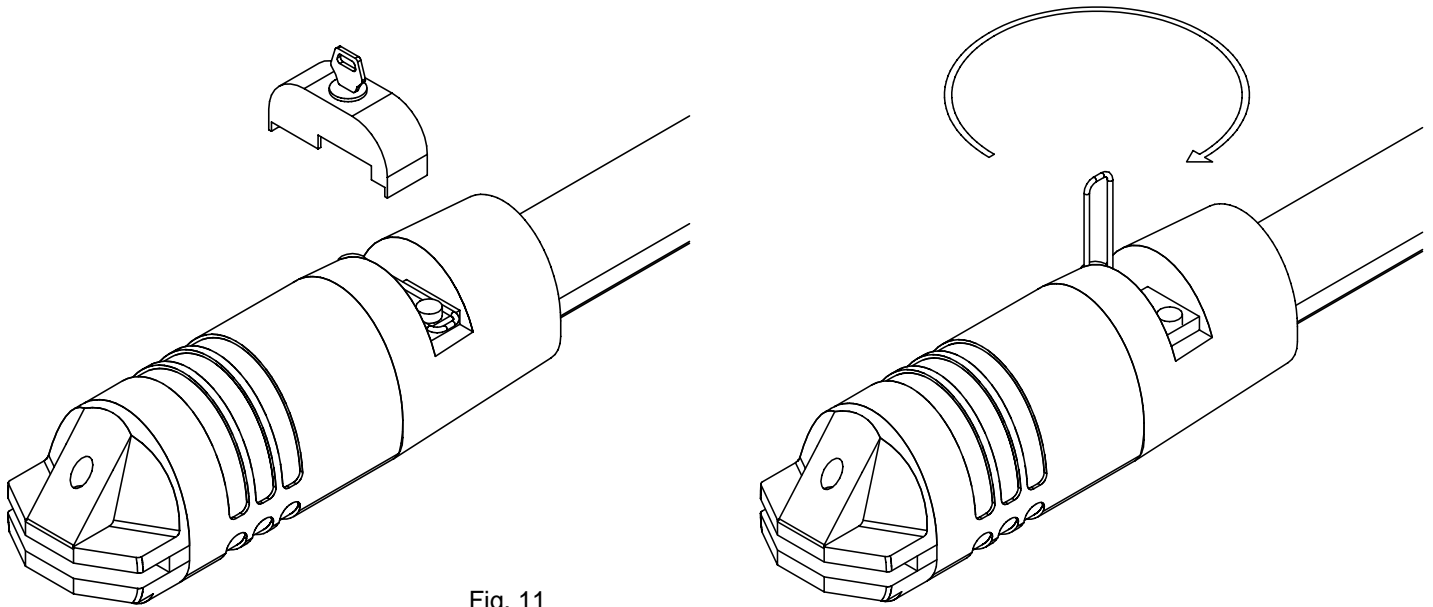

Fig. 11
- ① 1. inserire la chiave nello sblocco e ruotarla in senso orario
2. tirare verso l'alto il tappo di plastica come da Fig. 11
- ② 1. Den Schlüssel in die Entriegelung einsetzen und im Uhrzeigersinn drehen.
2. Den Plastikstopfen nach oben ziehen, wie in Abb. 11
- ③ 1. put the key into the lock and turn it clockwise
2. pull the plastic cap up, as shown in Fig. 11
- ④ 1. Introduire la clé dans le dispositif de déblocage et la tourner dans le sens des aiguilles d'une montre.
2. Tirer vers le haut le bouchon en plastique comme sur la Fig. 11
- ⑤ 1. Meter la llave en el desbloqueo y girarla en el sentido del reloj
2. tirar hacia arriba el tapón de plástico, como en la Fig.11